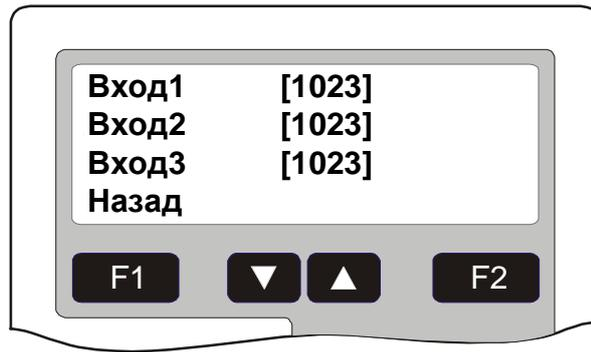

Рис. 8 Значения отсчетов на дисплее БЦП
- Для каждого из указанных значений токов проконтролировать значения отсчётов на дисплее БЦП (см. Рис. 8) и результаты измерений (отсчётов) поместить в таблицу, аналогичную Табл. 7.